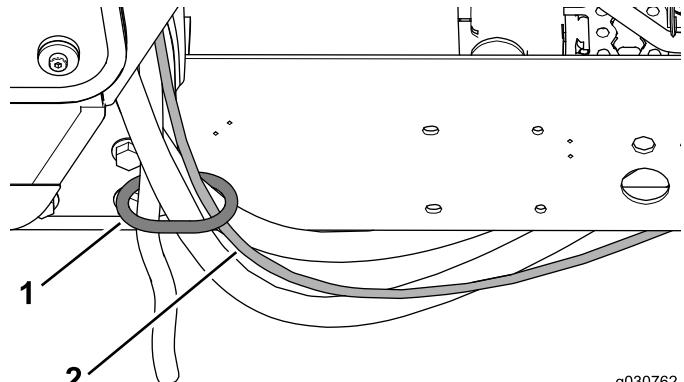

**Bild 40**
6. Schieben Sie die Schlauchklemme auf den Rücklaufschlauch und stecken Sie den Schlauch auf das Anschlussstück (3/8" NPT x 0,625 Zahnung), wie in Bild 40 abgebildet.